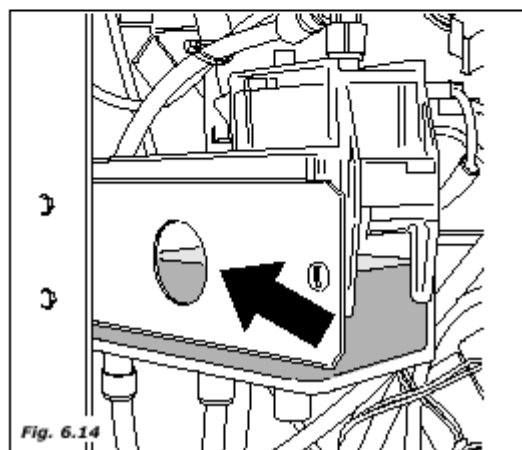

Fig. 6.14
- когда воду в баке можно увидеть через смотровое отверстие (рис. 6.14), стопка чашек начинает заполняться, а кофейный аппарат проходит тройной цикл.